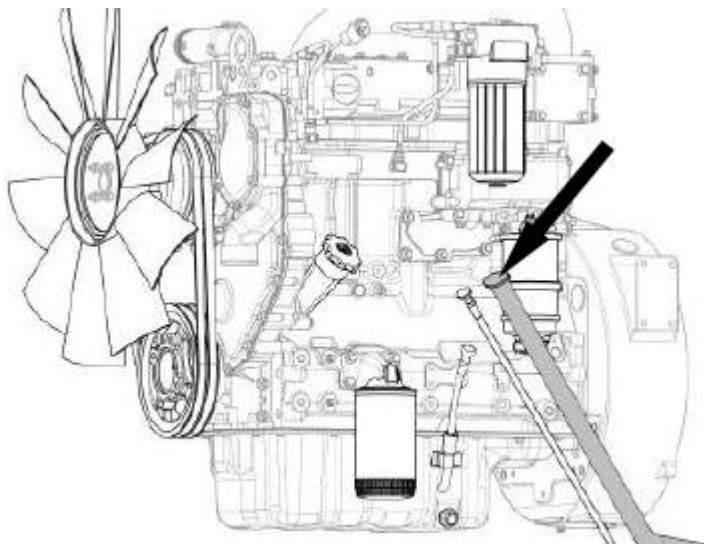

Рисунок 5.23 Заливная горловина
- ▶ Вытащите щуп из заливной горловины см. рис.5.23.